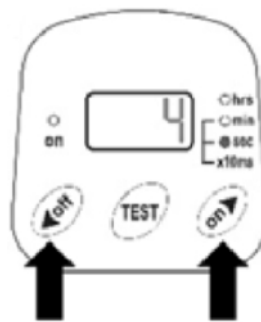

Abb. 5: ON-Zeit ändern
2. Um die ON-Zeit zu verändern, die *ON-* oder *OFF-Taste* drücken (siehe Abbildung 5).